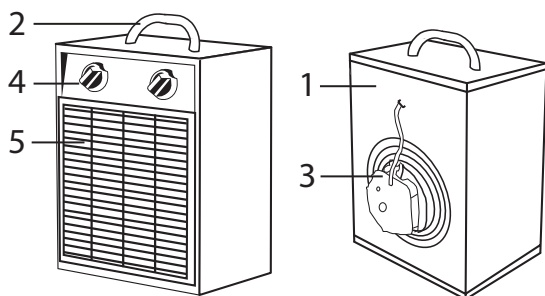

Рис. 1. Устройство прибора
Несущая конструкция тепловентилятора (см. рис. 1) состоит из корпуса (1) и ручки (2). Электродвигатель (3) расположен в задней части тепловентилятора. Блок управления расположен в верхней части корпуса под крышкой. Органы управления вынесены на переднюю панель (4). Внутри корпуса расположены трубчатые электронагревательные элементы, закрытые с лицевой стороны тепловентилятора решеткой (5). Воздушный поток, втянутый вентилятором в корпус, проходя между трубчатыми электронагревательными элементами, нагревается и подается в помещение через решетку.